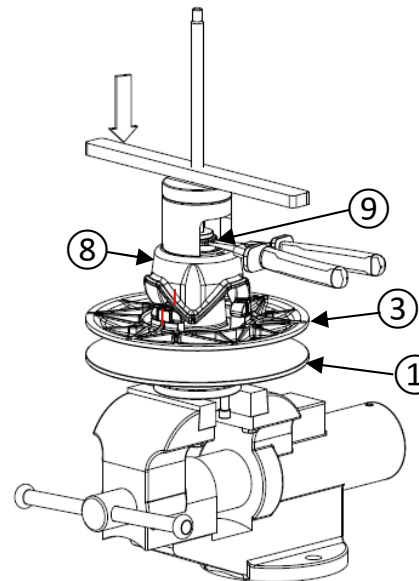

Figure 32
- Assemblez la came ⑧ sur l'arbre du flasque fixe ① avec l'outil de démontage. Positionnez la clavette ⑦ dans la rainure de l'arbre du flasque fixe ① (figure 32 et 33).
- Mettez l'anneau élastique ⑨ sur la came ⑧.
- Assurez-vous que le flasque fixe ① est bloqué en rotation, tournez le flasque coulissant ③ dans le sens horaire ou anti-horaire pour positionner les patins de came ④ du bon côté de la surface de glissement de la came ⑧, comme avant le démontage.
- Visser la barre de l'outil de démontage jusqu'à ce que la came ⑧ soit suffisamment basse pour installer l'anneau élastique ⑨ à l'aide de la pince à anneau élastique (figure 32).